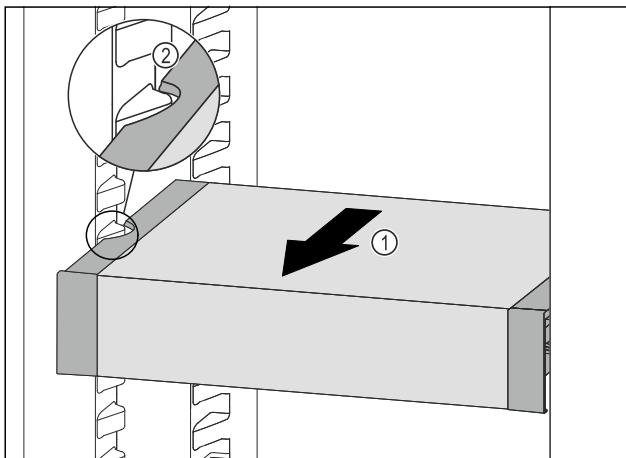

Fig. 98
- Вытаскивайте VarioSafe вперед Fig. 98 (1), пока боковые выемки VarioSafe не окажутся на высоте выступа резервуара в холодильном отделении. Fig. 98 (2)